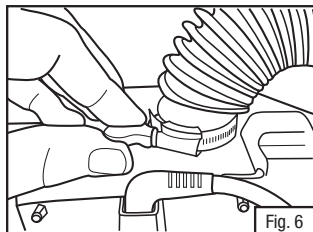

Fig. 6
5. Revise que el extremo del tubo de respiración esté visible entre la unidad PAPR Turbo y la abrazadera de manguera. (Fig. 6).